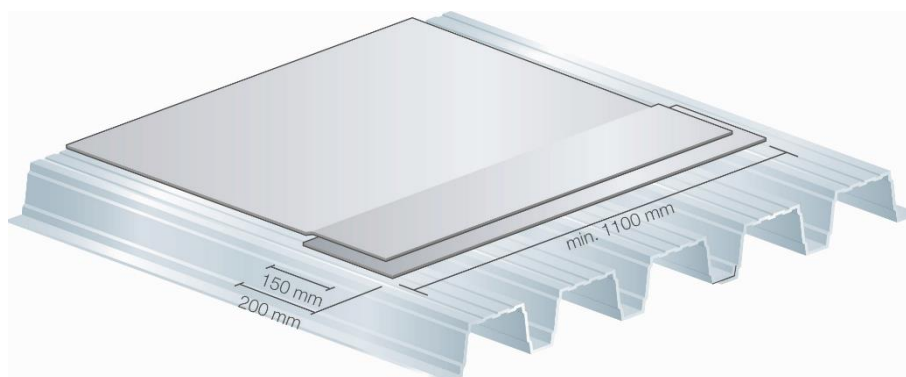

Abbildung 4
- Für Tragdecken aus Metall wird empfohlen, einen 200mm breiten Streifen der V-Gard Dampfsperre unter dem Querstoß zu verlegen (Abbildung 4).